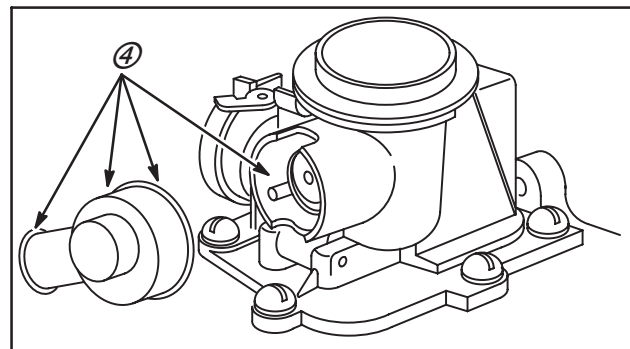

Fig. 12
Inspecter le logement du ressort Bi-métal où cela est indiqué (4) pour vérifier qu'il n'est pas endommagé ou la présence éventuelle de débris, Fig. 12.